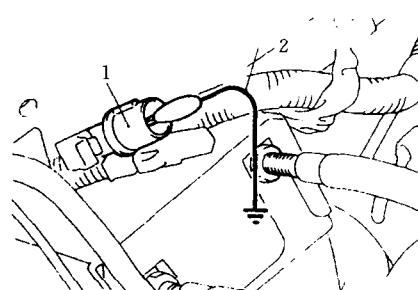

图 14 点火正时调整插接器接地——埃克利普斯车 2.0L (4G63) 和 2.4L (4G64)、发动机
⑤关闭点火开关。
⑥拆下点火正时调整插接器(棕色)上的防水套, 用跨接线连接纸夹和点火正时调整端子, 并接地(图 14)。